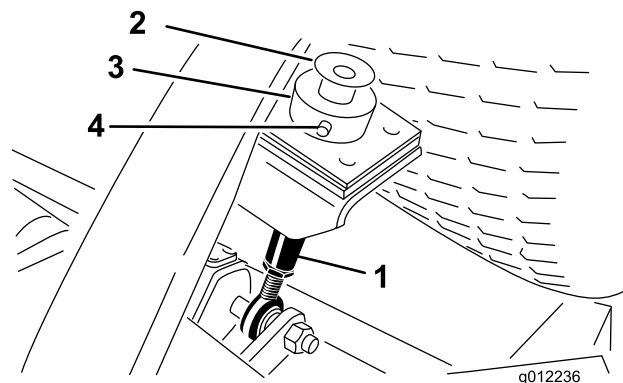

Figure 23
2. Retirez le boulon et la rondelle en haut de chaque tige de réglage de hauteur de coupe (Figure 23).
3. Retirez la goupille fendue et l'axe de chape qui fixent la bague de hauteur de coupe à la tige de réglage de hauteur de coupe à l'arrière du plateau de coupe (Figure 23). Retirez la bague de hauteur de coupe.